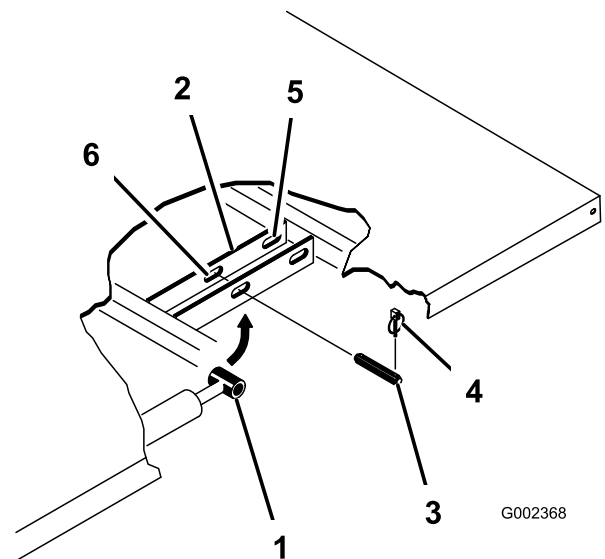

Figura 3
4. Îndepărtați tifturile de prindere de la capetele exterioare ale tifturilor cu cap i gaură tijă cilindru (Figura 3).
5. Îndepărtați cuiile spintecate care fixează capetele tijeii cilindrilor pe plăcile de montaj ale platformei împingând tifturile spre centrul mainii (Figura 3).